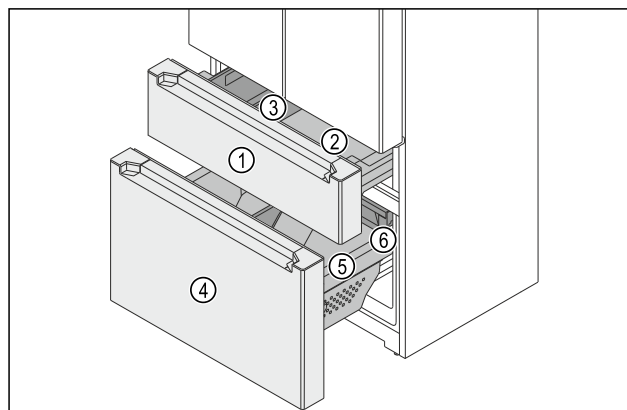

Fig. 145 Vyťahovací vozík mrazničky
- (1) Horný vyťahovací vozík
- (2) Nádoba
- (3) FlexBox
- (4) Dolný vyťahovací vozík
- (5) Nádoba
- (6) Zásuvka
Mraznička pozostáva z dvoch vyťahovacích vozíkov. V hornom vyťahovacom vozíku Fig. 145 (1) je jedna nádoba Fig. 145 (2) a jeden FlexBox Fig. 145 (3). V dolnom vyťahovacom vozíku Fig. 145 (4) je jedna veľká nádoba Fig. 145 (5) a jedna zásuvka Fig. 145 (6). Na účely čistenia môžete vybrať nádoby v hornom a dolnom vyťahovacom vozíku.